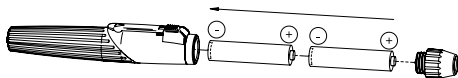

Abb. 3
Zur Inbetriebnahme schrauben Sie das Kopfstück (3) vom Handgriff (1) ab und setzen zwei Alkali-Batterien (Größe LR03 | AAA | 1,5V) (Abb. 3) ein. Schrauben Sie dann das Kopfstück wieder auf.
Schrauben Sie das Kopfstück (3) ab und schütteln Sie die Batterien heraus. Legen Sie neue Batterien mit dem Pluskontakt zum Griffkopf zeigend ein (Abb. 3). Schrauben Sie dann das Kopfstück wieder auf.